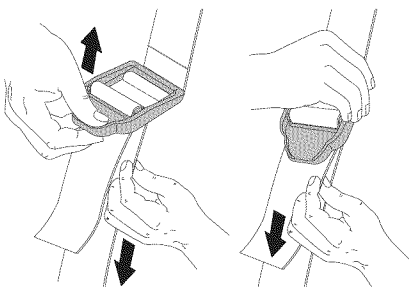

Fig. 7
4. Ajuste la longitud de acuerdo a la medida del operador. Hale de la orejeta para alargarlo y hale de la correa para acortarlo (Fig. 7).
Instale el protector accesorio de corte en el montaje del protector insertando 3 tornillos en el montaje del protector. Ajuste bien con un destornillador de vástago plano (Fig. 7).